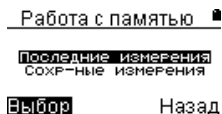
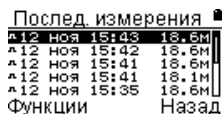

Рисунок 10
Рисунок 11
6.3.5 В пункте **Работа с памятью** (рисунок 10) можно просмотреть результаты 10 последних измерений (рисунок 11) или любых сохраненных в памяти (рисунок 12). Значок в виде импульса в начале имени указывает на результат измерений TDR методом, а в виде черты с точками – DC методом. Там же, через пункт **Функции** (рисунок 13) можно просмотреть, удалить выбранные результаты или очистить весь список сразу.